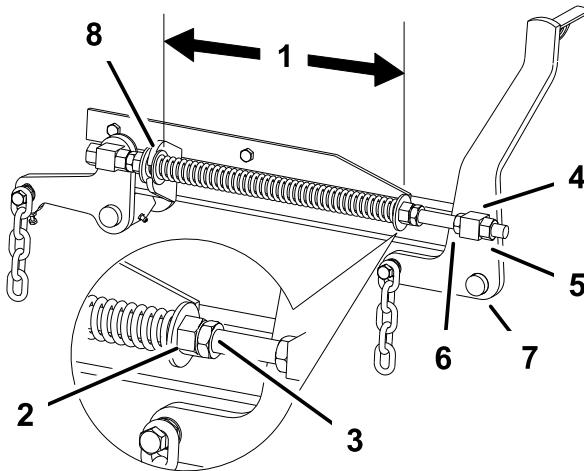

Figura 78
2. Verificate la distanza tra le due rondelle grandi, che deve essere di 29,2 cm (Figura 78).
3. Regolate questa distanza allentando il controdado per molla e girando il dado antistante ogni molla (Figura 78). Girate il dado in senso orario per accorciare la molla, o in senso antiorario per allungarla.
4. Bloccate il dado serrando il controdado della molla (Figura 78).